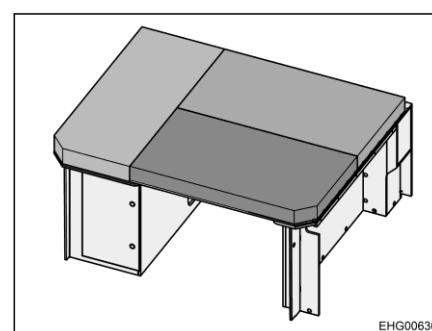

Fig. 33 Letto in coda (preparato come zona notte)
- Distribuire i cuscini, come illustrato nella Fig. 33, sulla superficie utile.